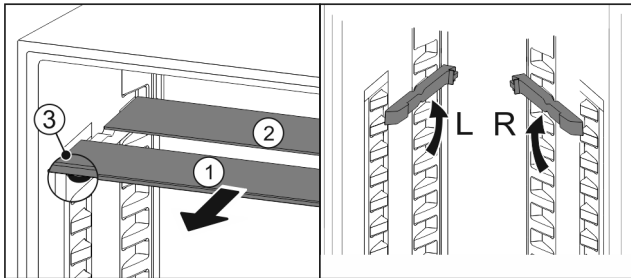

Fig. 29
- Retire Fig. 29 (1) las planchas de cristal individualmente hacia adelante.
- ▷ La placa de vidrio Fig. 29 (1) con tira decorativa se encuentra en la parte delantera.
- ▷ Los topes Fig. 29 (3) apuntan hacia abajo.